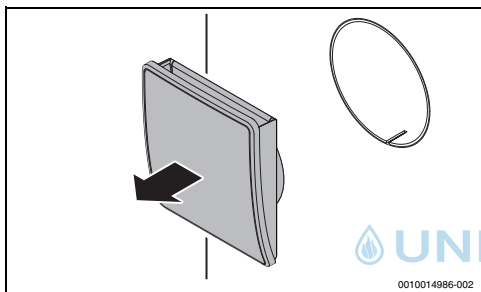

Bild 6
- ▶ Innenblende aus Montagerohr ziehen (→ Bild 6).